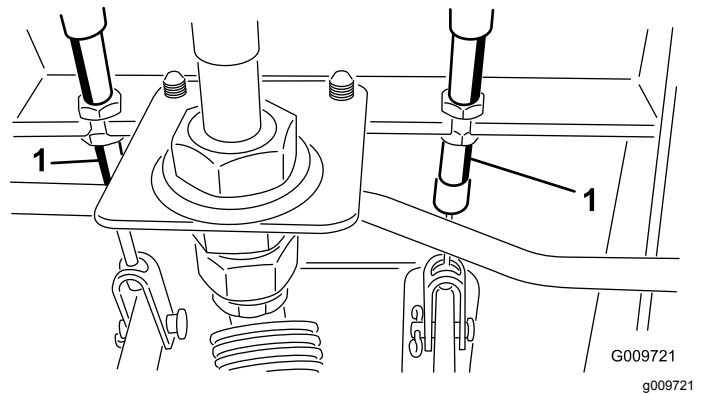

Figure 66
- A. Desserrez l'écrou avant sur l'extrémité fileté du câble de frein (Figure 66).